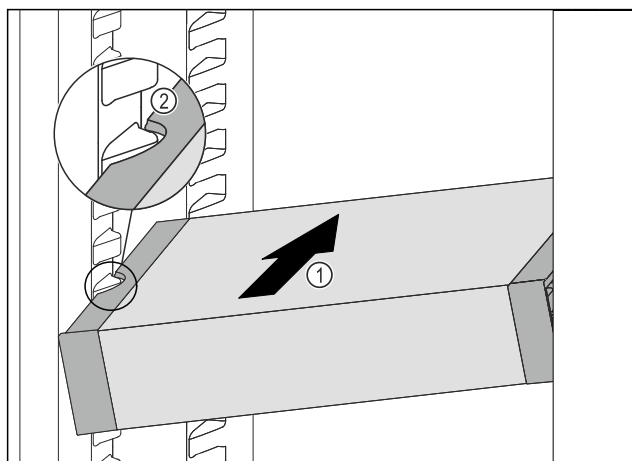

Fig. 176
- Inserire VarioSafe ad angolo nel vano frigorifero Fig. 176 (1), fino a quando le cavità laterali Fig. 176 (2) di VarioSafe non si trovano al livello della nervatura del contenitore nel vano frigorifero.